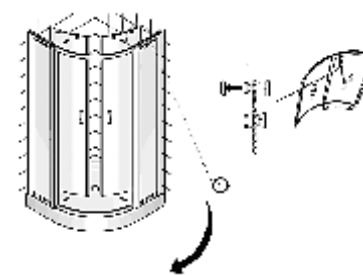

РИС.3.
4. Установите двери на ролики, заранее установленные в направляющих. Произведите регулировку примыкания дверей друг к другу (см.рис.3).